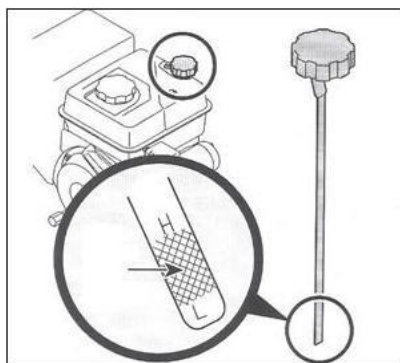

Рисунок 12. Расположение меток уровня масла на щупе.
1. Открутите крышку маслозаливной горловины и выньте щуп. Протрите его. Смотрите Рисунок 12.
3. Достаньте щуп. Уровень масла должен располагаться между отметками **H** (Верхний уровень) и **L** (Нижний уровень), Смотрите Рисунок 12.